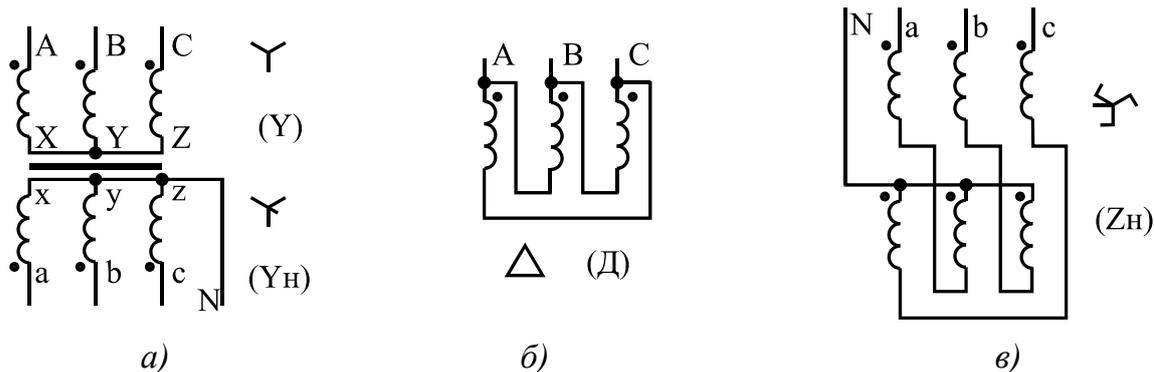

Рис. 2.4. Маркировка и схемы соединения обмоток силовых трансформаторов:
- звезда — Y (рис. 2.4, *а*);
- звезда с нулем — Yн (рис. 2.4, *а*);
- треугольник — Д (рис. 2.4, *б*);
- зигзаг с нулем — Zн (рис. 2.4, *в*).
В зависимости от соединения обмоток трансформатора (рис. 2.4), соотношение токов и напряжения в схеме может быть разное.
В схеме соединения обмоток зигзаг с нулем (см. рис. 2.4, в) соотношение токов, напряжений и мощностей аналогично схеме соединения обмоток в звезду. Соединение обмоток трансформатора в зигзаг используется для выравнивания фазного напряжения при несимметричной нагрузке и даже в случае обрыва линейного провода со стороны высшего напряжения 10 кВ, а также для повышения чувствительности релейной защиты к токам однофазного короткого замыкания. Но у такой схемы существуют свои недостатки: